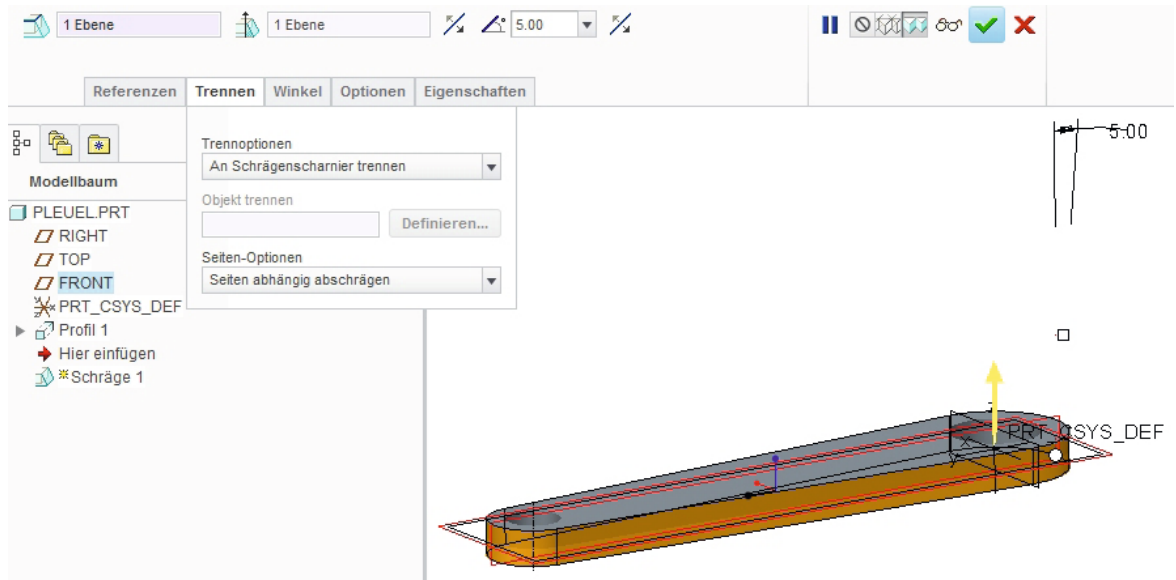

Bild 4.69 Beidseitige Ausformschräge
- Klicken Sie in das Feld *Schrägenscharniere* (siehe Bild 4.69 oben links).